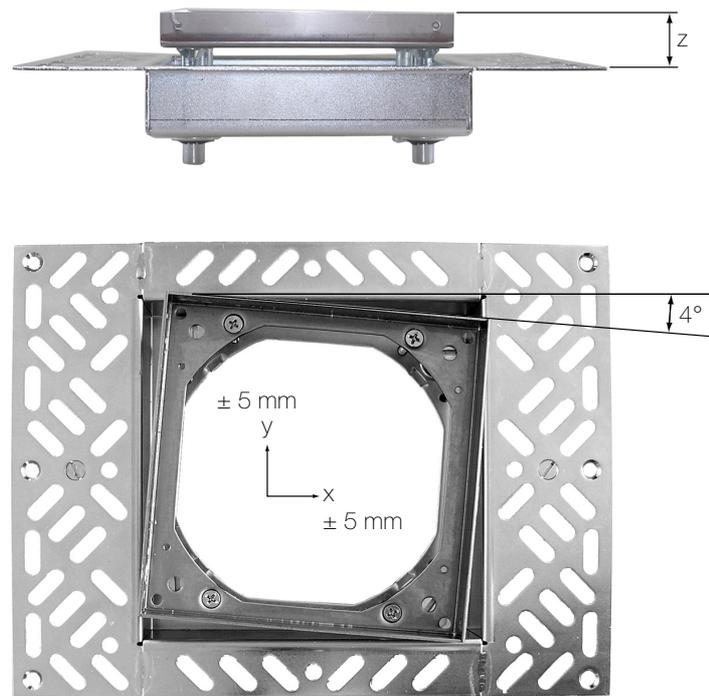

Fig. 6 Rahmen positionieren
Der Tragrahmen (1) wird bei schwimmenden Böden auf dem Unterlagsboden, bei Hohlraumböden von unten an der Bodenplatte befestigt. Mit Hilfe von 4 Nivellierschrauben (4) kann der Rahmen (2) in der Höhe verstellt werden. Die bewegliche Nivellierplatte (5) ermöglicht zusätzlich eine exakte Ausrichtung in der Ebene von  $x/y \pm 5 \text{ mm}$  und ein leichtes Drehen  $\alpha$  bis  $4^\circ$  (siehe Fig. 6).